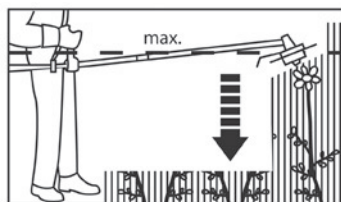

Fig. 45
- > Nunca segure a cabeça de corte numa posição mais elevada do que a sua anca (Fig. 45). Quanto mais elevada for a posição em que segura a cabeça de corte, maior será o risco de projeção de objetos.